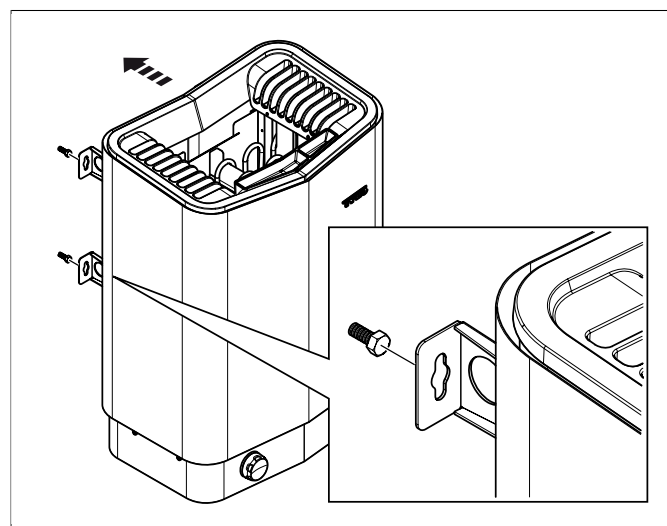

Abb. 10: Aufhängen des Ofens
8. Hängen Sie den Ofen an den Schrauben auf, siehe **Abb. 10**, Seite 4.